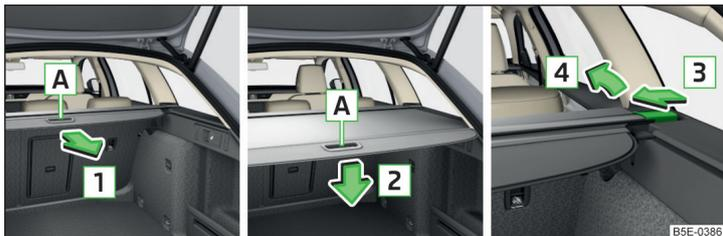

Abb. 106 Aufrollbare Gepäckraumabdeckung herausziehen/aufrollen/herausnehmen
- Die Abdeckung am Griff **A** » Abb. 106 fassen und in Pfeilrichtung **1** bis zum Anschlag herausziehen, bis diese hörbar einrastet.
- Die Abdeckung im Griffbereich **A** » Abb. 106 in Pfeilrichtung **2** drücken.
- Auf der Seite der Querstange in Pfeilrichtung **3** » Abb. 106 drücken und die Abdeckung mit einer Bewegung in Pfeilrichtung **4** herausnehmen.